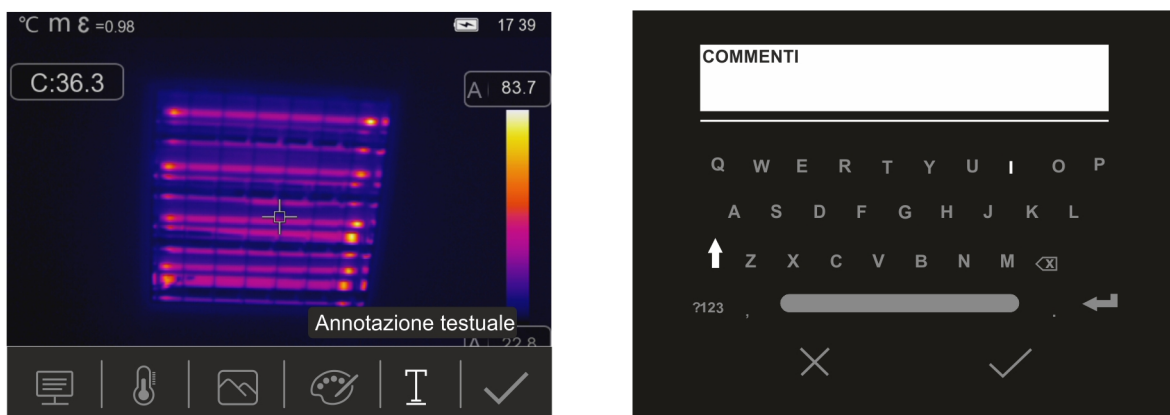

Fig. 47: Inserimento annotazione testuale nell'immagine
4. Toccare l'icona "I" per inserire un'annotazione testuale nell'immagine. La videata di Fig. 47 – parte destra è mostrata a display